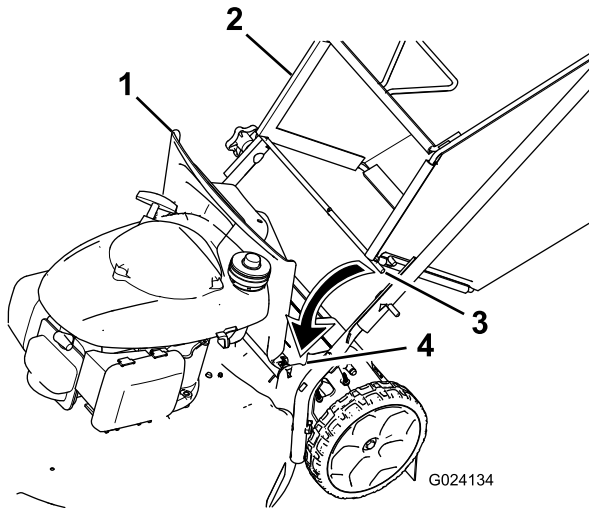

Figura 13
1. Levante el deflector trasero (Figura 13).
2. Introduzca los extremos de la varilla de la bolsa de recogida en las muescas de los soportes del manillar (Figura 13).